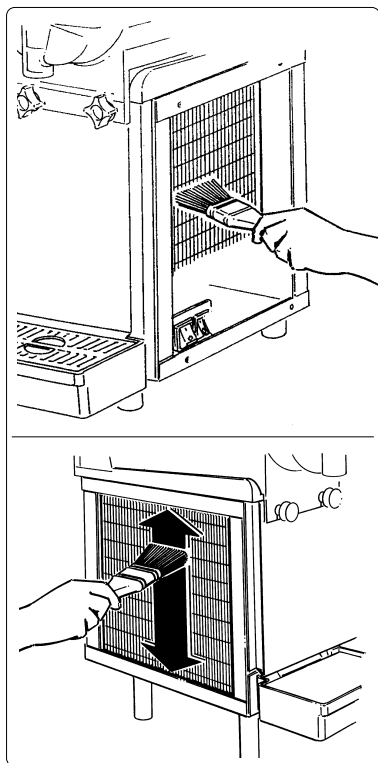

Fig. 20
- à l'aide d'un pinceau, enlevez la poussière qui s'est infiltrée entre les lamelles du condensateur (voir la fig. 20).